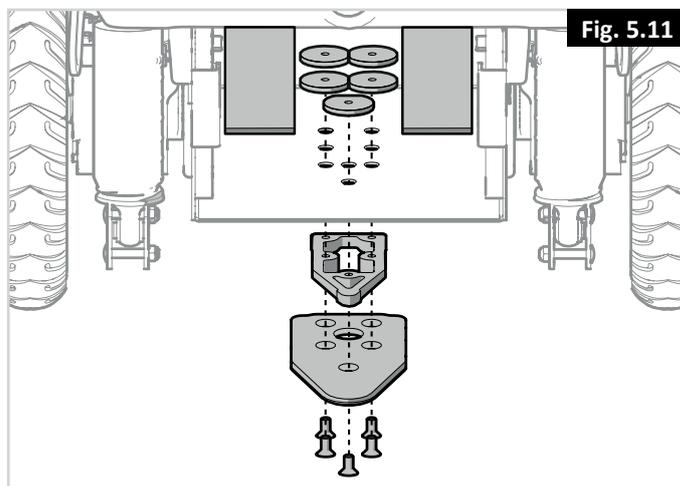

Fig. 5.11
1. Monte el separador de 8 mm en la placa de cierre (Fig. 5.11).